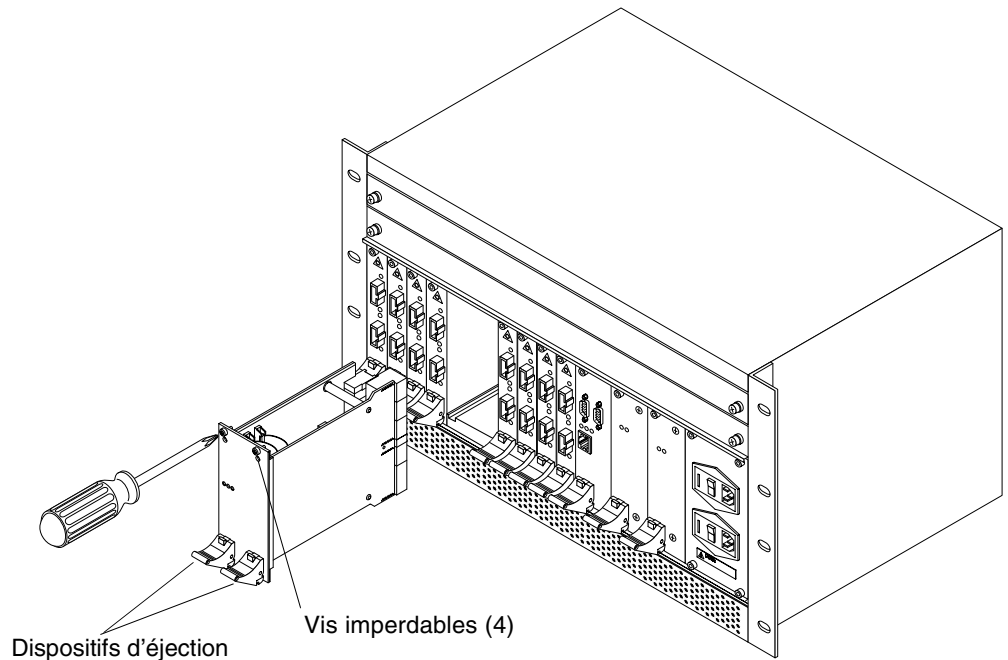

FIGURE 4-4 Remplacement d'un module ASIC du commutateur
4. Desserrez les vis imperdables situées en haut et en bas du module (FIGURE 4-4).
6. Serrez les quatre vis imperdables, deux en haut et deux en bas du module (FIGURE 4-4), pour insérer celui-ci dans le connecteur du fond de panier